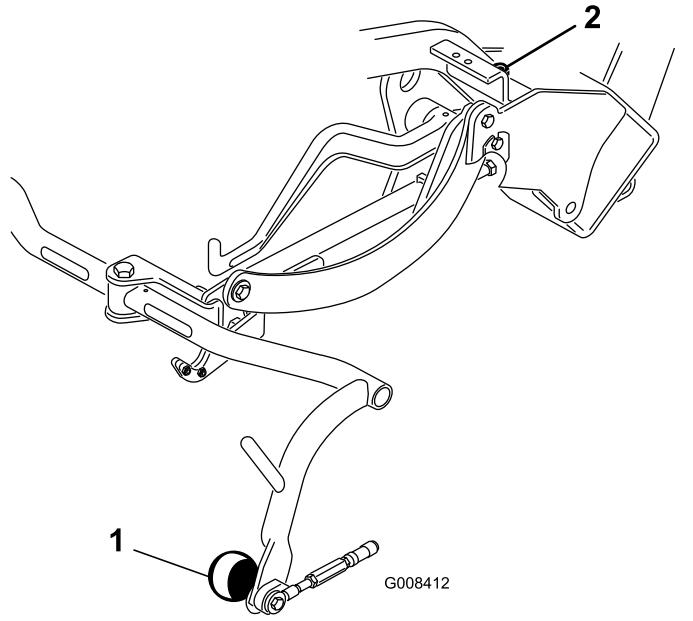

Bild 6
- Sollte eine Einstellung erforderlich sein, lösen Sie die Klemmmutter an der Anschlagschraube des Trägerrahmens (Bild 6) und drehen Sie die Schraube nach oben oder unten, um den Trägerrahmen anzuheben oder abzulassen. Ziehen Sie die Klemmmutter an, um die Einstellung beizubehalten.